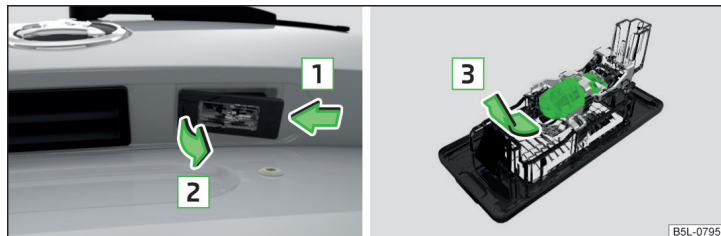

Fig. 203 Retirar la luz de la matrícula / cambiar la bombilla
- Presione la lámpara en el sentido de la flecha **1** » **fig. 203** hasta que esté soltada.